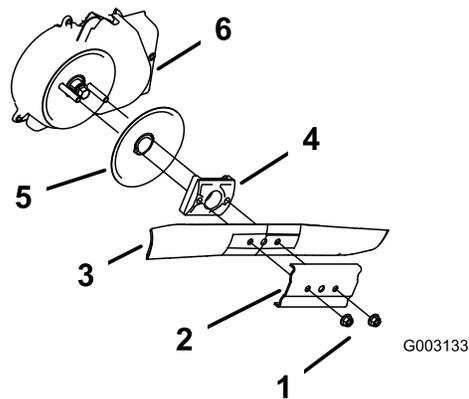

図 48
3. ブレードナット2個とスティフナを取り外す 図 48。
4. ブレードを取り外す 図 48。
5. ブレードドライバと芝削り防止ディスクを取り外す 図 48。
6. ブレードストップシステムのシールドを取り外す 図 48。
10. ブレードとスティフナを元通りに取り付ける先ほど外したブレードナット2個を使用する 図 48。